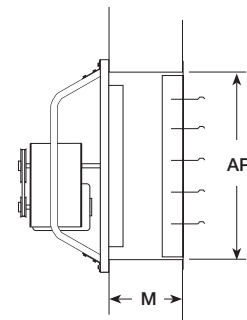

Figura 3 - Instalación Directa en la Pared
La Figura 3 muestra la abertura de pared (AP) recomendada y la distancia mínima (M) sugerida entre el ventilador y el cortafuegos para las instalaciones directas en la pared.